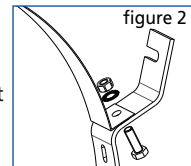

figure 2
- Assembler les ceintures et les étriers à l'aide de la visserie jointe dans l'emballage sans les serrer (figs. 2 et 3)